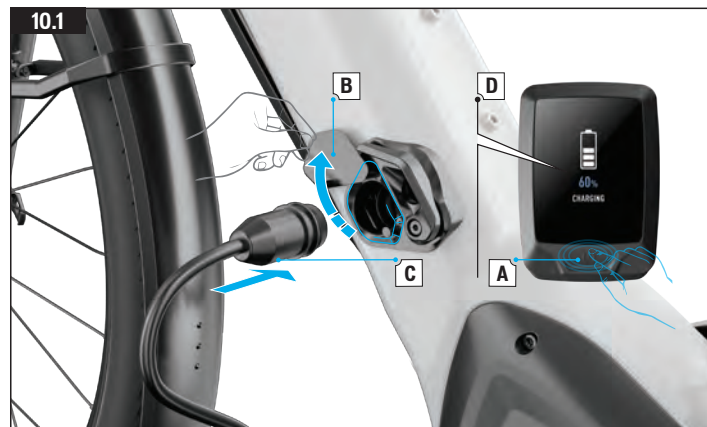

Fig. 10.1
- Une fois la batterie rechargée, des témoins doivent s'afficher sur le MasterMind TCD-w (Fig. 10.1 D) pour indiquer le niveau de charge.
- Pendant le processus de charge, la diode du chargeur est allumée en rouge et ne clignote pas (1). Lorsque la batterie est totalement rechargée, la diode du chargeur passe au vert et ne clignote pas (2).